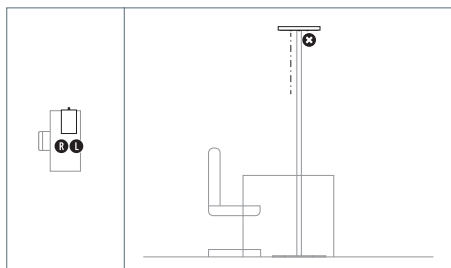

Fig. 8: Orientare i sensori per l'occupazione della postazione di lavoro: 1 postazione di lavoro.
2. Disattivare il sensore più lontano dal bordo anteriore della scrivania con l'app LIGHT ADMIN, vedi Fig. 8.